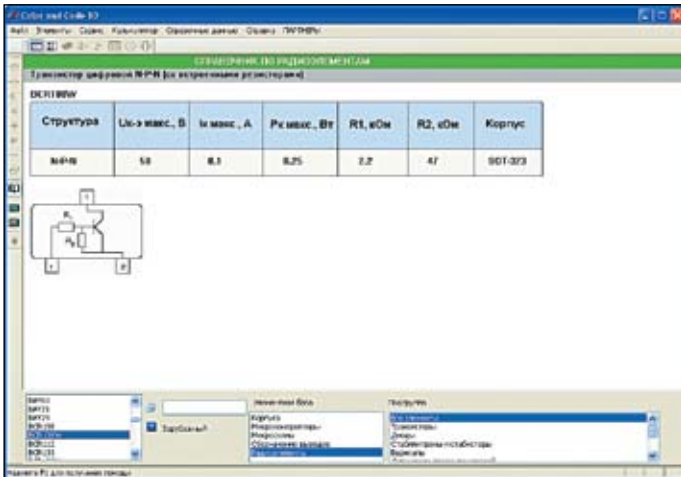

Рис. 2. Вывод характеристик радиоэлементов
- «Таблица» (рис. 2). В этом режиме отображаются электрические и физические характеристики радиоэлементов (для микросхем производится отображение функционального назначения и обозначения выводов).